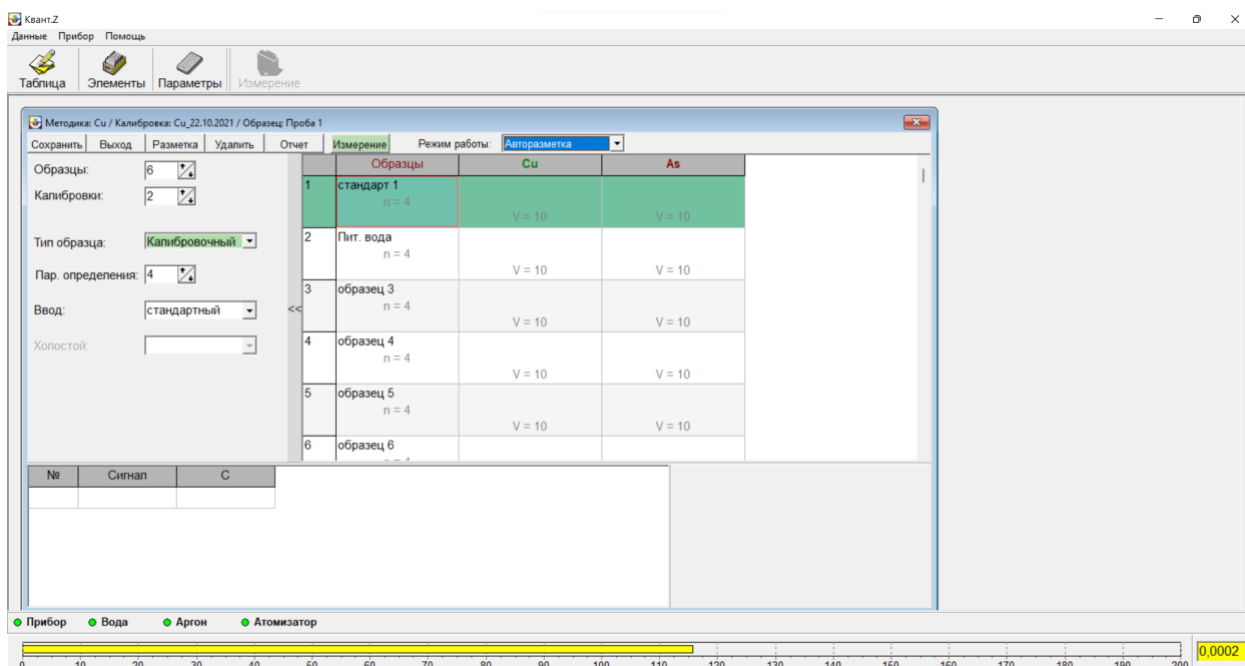

Рис. 32П – Ввод уточняющих стандартов
3.7.15 Активизируйте ячейку с первым уточняющим стандартом (рис. 32П), для чего наведите курсор мышки на ячейку и щелкните левой кнопкой мышки. При этом ячейка выделится красным цветом. Активизируйте левую часть окна, щелкнув левой кнопкой мыши по значку >>. В раскрывающемся списке «Тип образца» выберите «Калибровочный».